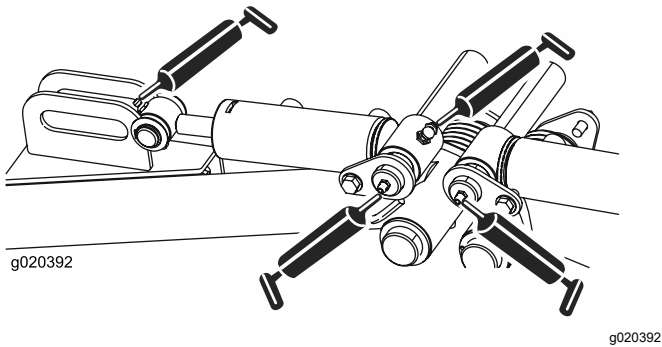

**Figura 46**
- Perni del braccio di sollevamento anteriore e cilindri di sollevamento (3 cad.); fate riferimento alla Figura 46.